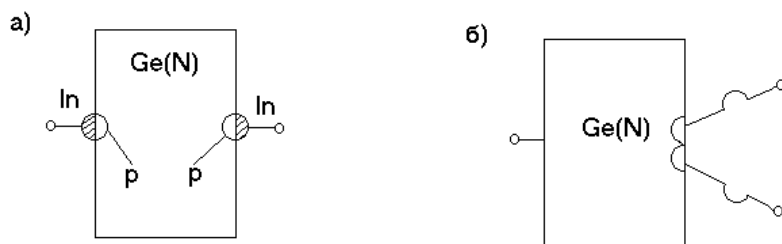

Рис. 2. Устройство плоскостного (а) и точечного (б) транзистора
В зависимости от конструкций P-N – переходов транзисторы подразделяются на плоскостные и точечные (рис. 2). В качестве основы для плоскостного транзистора типа P-N-P берут пластину германия (G_v) с электронной проводимостью (N) и с двух сторон в нее вплавляют индий (In), в месте контакта образуется область с дырочной проводимостью (P) (рис.2 а).
В точечном транзисторе P-N-P область с дырочной проводимостью (P) образуется в месте контакта вольфрамовых проволочек с пластиной германия с электронной проводимостью (N) (рис.2б). Наиболее широко применяются плоскостные транзисторы, позволяющие пропускать через P-N –переход большие токи.